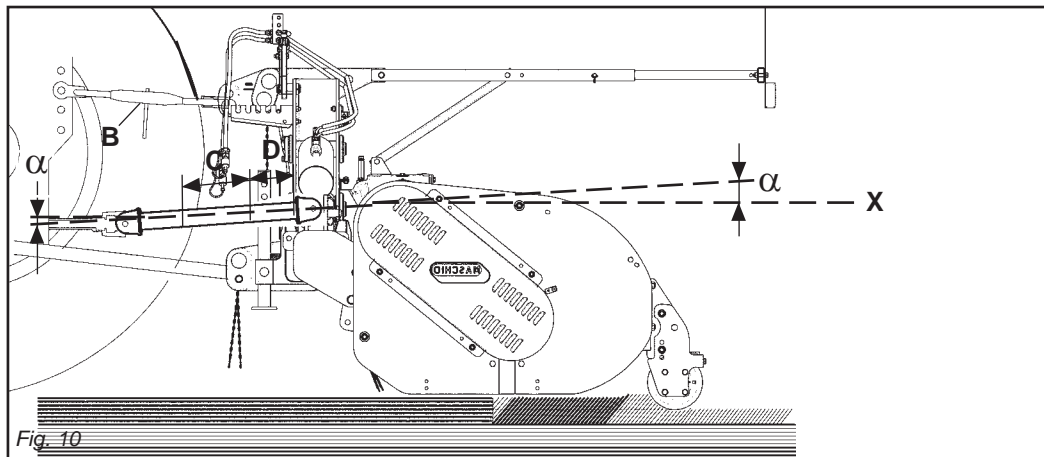
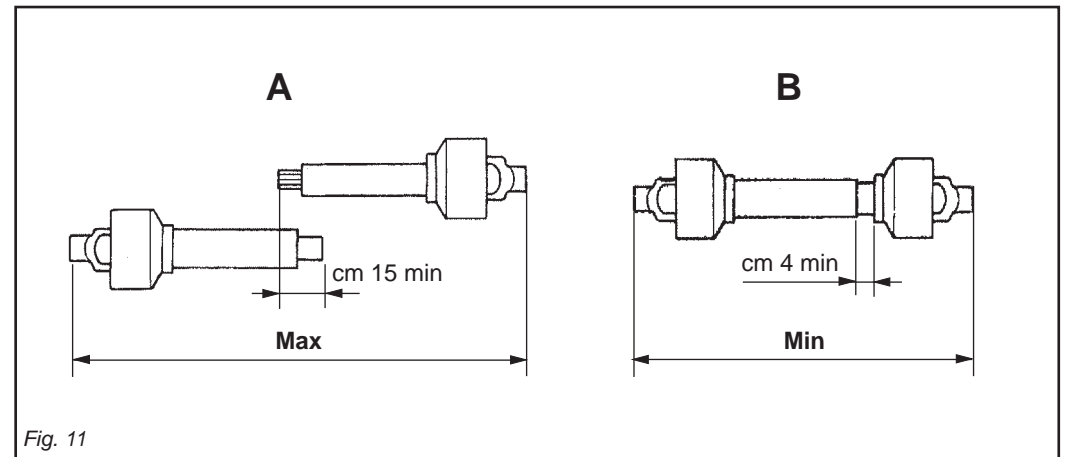

Fig. 10
Fig. 11
L'attacco è corretto quando la macchina è orizzontale in posizione di lavoro. Per fare ciò aumentare o diminuire la lunghezza della barra superiore dell'attacco (B Fig. 10) in modo da portare l'asse (X Fig. 10) della ghiera scanalata della scatola parallela al suolo.
- I due angoli (α Fig. 10) formati dalle assi delle forcelle e l'asse dei tubi scorrevoli saranno uguali e non dovranno superare i 10°.
- La copertura (C Fig. 10) dei tubi scorrevoli deve essere di 15 cm minimo (Fig. 11).
- I due tubi dell'albero di trasmissione a cardano non si devono ricoprire completamente, una corsa di sicurezza (D Fig. 10) di 4 cm minimo deve sussistere.
- Gli angoli (α Fig. 10) dei cardani non devono essere superiori a 40° (Fig. 10).
Connection is correct when the machine is horizontal in the operating position. To achieve this, increase or decrease the length of the top bar of the hitch (B Fig. 10) so as to set the axis (X Fig. 10) of the housing's grooved ring nut parallel to the ground.
- The two angles (α Fig. 10) formed by the fork axes and the axis of the sliding tubes will be equal and must not exceed 10°.
- The sliding tubes (C Fig. 10) must overlap by at least 15 cm (Fig. 11).
- The two tubes of the driveline shaft must not fully overlap. There must always be a safety travel (D Fig. 10) of at least 4 cm.
- The angles (α Fig. 10) of the drivelines must not exceed 40° (Fig. 10).
dans à la prise de force du tracteur. L'attelage est correct quand dans la position de travail la machine est horizontale. Pour obtenir cette condition augmenter ou diminuer la longueur de la barre supérieure de l'attelage (B Fig. 10) de manière à ce que l'axe (X Fig. 10) de la bague cannelé de la boîte soit parallèle au sol.
- Les deux angles (α Fig. 10) formés par les axes des fourches et l'axe des tubes coulissants doivent être identiques et ne doivent pas dépasser 10°.
- La couverture (C Fig. 10) des tubes coulissants doit être au minimum de 15 mm (Fig. 11).
- Les deux tubes de l'arbre de transmission à cardans ne doivent pas se recouvrir complètement, il doit rester une course de sécurité (D Fig. 10) de 4 cm au minimum.
- Les angles (α Fig. 10) des cardans ne doivent pas être supérieurs à 40° (Fig. 10).
Traktors befestigen. Der Anbau ist richtig, wenn das Gerät in der Arbeitsposition horizontal steht. Um dies zu erhalten, die Länge der oberen Kupplungsstange (B Abb. 10) erhöhen oder verringern, bis die Achse (X Abb. 10) der Keilmutter des Gehäuses parallel zum Boden steht.
- Die beiden Winkel (α Abb. 10), die aus den Achsen der Gabeln und der Achse der Gleitrohre bestehen, müssen gleich groß sein und dürfen auf keinen Fall größer als 10° sein.
- Die Überdeckung (C Abb. 10) der Gleitrohre muss mindestens 15 cm ausmachen (Abb. 11).
- Die beiden Rohre der Gelenkwelle dürfen sich nicht ganz überdecken. Es muss noch einen Sicherheitshub (D Abb. 10) von mindestens 4 cm geben.
- Die Winkel (α Abb. 10) der Gelenkwellen dürfen nicht größer als 40° sein (Abb. 10).
El enganche es correcto cuando la máquina está horizontal en posición de trabajo. Para ello aumentar o disminuir la longitud de la barra superior del enganche (B Fig. 10) en modo de llevar el eje (X Fig. 10) de la tuerca ranurada de la caja paralela al terreno.
- Los dos ángulos (α Fig. 10) formados por los ejes de las horquillas y el eje de los tubos corredizos serán iguales y deberán superar los 10°.
- La cobertura (C Fig. 10) de los tubos corredizos debe ser como mínimo de 15 cm (Fig. 11).
- Los dos tubos del árbol de transmisión de cardán no se deben cubrir completamente, debe quedar una carrera de seguridad (D Fig. 10) de 4 cm como mínimo.
- Los ángulos (α Fig. 10) de los cardanes no deben ser superiores a 40° (Fig. 10).
di 4 cm (Fig. 11).